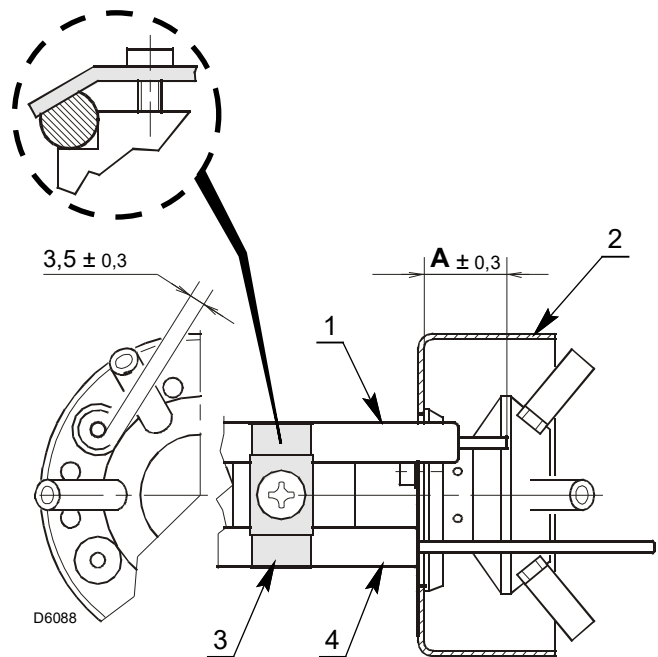

Abb. 15
- Sicherstellen, dass das Plättchen 3)(Abb. 15) stets im abgeflachten Teil der Elektrode 1)(Abb. 15) eingefügt ist.
- Den Isolator des Fühlers 4) an der Scheibe 2)(Abb. 15) ablegen.